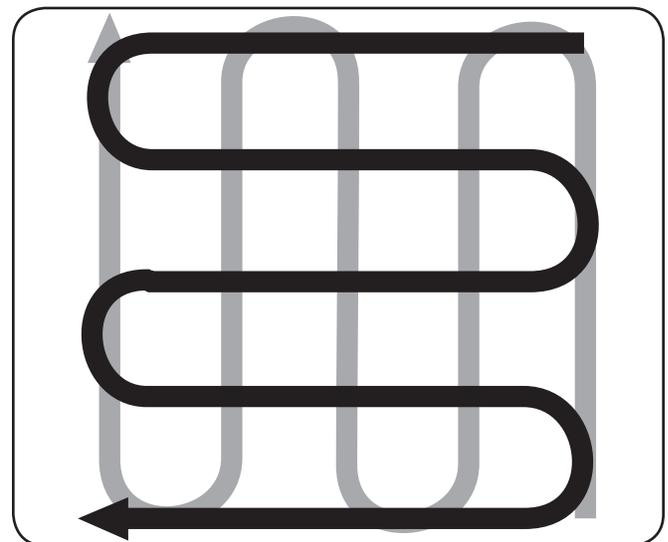

Figure 5-5
- Lorsque vous avez terminé de labourer dans un sens, effectuez un deuxième passage à un angle droit. Voir Figure 5-5. Chevauchez chaque passage pour de meilleurs résultats. Si le sol est très dur, il peut être nécessaire de passer trois ou quatre fois sur la même rangée pour ameublir le sol.